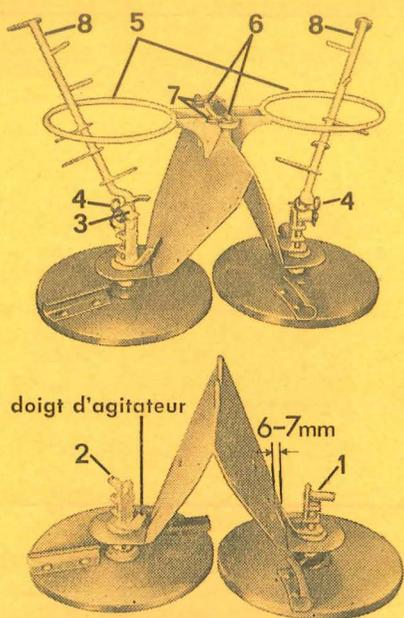

Fig. 4
1. Agitateur annulaire (voir fig. 4)
15. Vérifier régulièrement la distance (de 6 à 7 mm, voir fig. 4) entre la paroi de la trémie et le doigt de l'agitateur, le cas échéant, plier la pointe du doigt. Remplacer les têtes de l'agitateur trop usées.
- Pour le montage de nouvelles têtes d'agitateur, il faut que le doigt de l'agitateur arrive au-dessus de l'aube courbe et que le tranchant soudé avance dans le sens de rotation (voir fig. 9). En plus, il faut que le couteau garde à la sortie de l'engrais la distance de 6 à 7 mm (voir fig. 4), et la tête de l'agitateur ne doit pas frotter le fond de la trémie. Si elle touche au fond de la trémie, pousser le fond vers le bas.